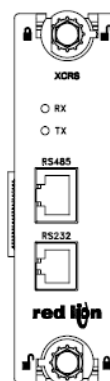

Figure 2
3. Vérifier que les verrous rotatifs de la carte optionnelle sont en position "déverrouillée" comme cela est montré figure 2.